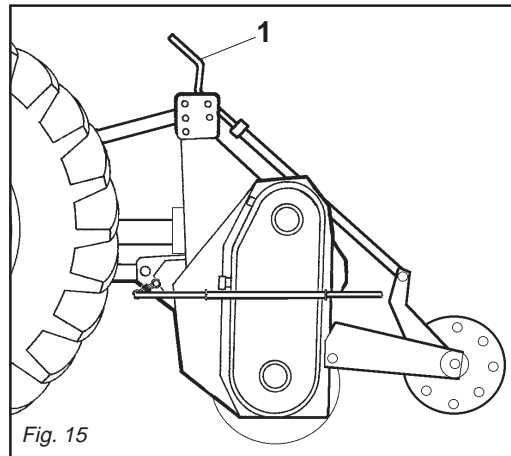

Fig. 15
**Zappatrici con rullo:** la regolazione della profondità in queste zappatrici si effettua ruotando la manovella centrale (1 Fig. 15).
**Machine with roller:** to adjust working depth on this type of machine is adjusted either the center crank (1 Fig. 15).
**Maschine mit Walzen:** die Tiefeneinstellung bei diesen Maschinen erfolgt über den zentralen Handgriff (1 Abb. 15).
**Machine avec rouleau:** pour le régler de la profondeur sur ces machines s'effectue avec la manivelle centrale (1 Fig. 15).
**Máquinas con rodillo:** el ajuste de la profundidad en estas máquinas se efectúa por medio de la manivela central (1 Fig. 15).